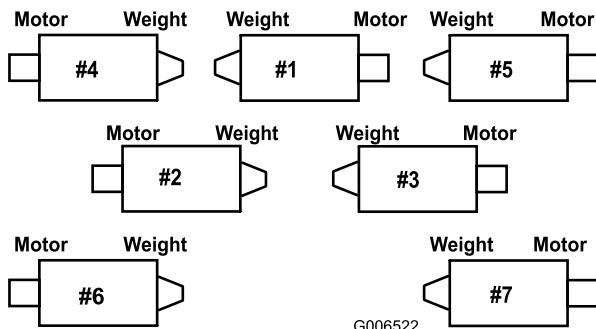

Figura 10
**Nota:** Fate riferimento a Figura 10 per determinare il numero di bracci di sollevamento descritti.